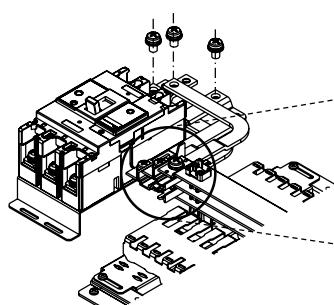

図3
- ④各相ごとに複数の主幹リードバーがある機種は主幹リードバー連結用ねじ(3点セムスねじ)でそれぞれの主幹リードバーを接続してください。(図3)